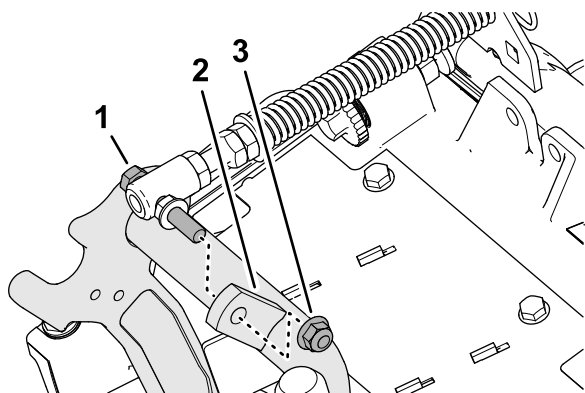

Figure 8
3. Retirez le contre-écrou à embase ( $\frac{3}{8}$  po) qui fixe la vis du ressort de compensation sur la patte droite du bâti porteur, et retirez le ressort de compensation de l'unité de coupe (Figure 8).